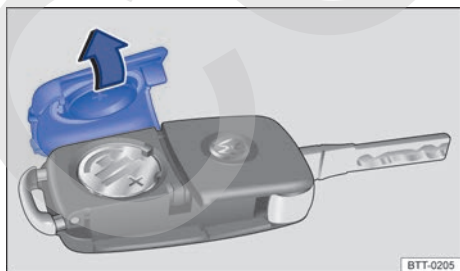

Fig. 20 Llave del vehículo con mando a distancia: abra la cubierta del alojamiento de la pila.
La pila se encuentra en el lado posterior de la llave con mando a distancia, debajo de una cubierta → fig. 20.
- Retire la cubierta en el lado posterior de la llave → fig. 20 en el sentido de la flecha → ⌚.
- Coloque la cubierta según lo indicado → fig. 20 y presione en el sentido contrario al de la flecha sobre la carcasa de la llave del vehículo hasta encajarla.